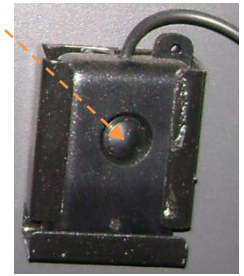

Рисунок 8.4 Розміщення мікрофона внутрішнього гучномовного пристрою
8.3 Автобус обладнаний внутрішнім гучномовним пристроєм, доступним для користування як водію, так і особам, які супроводжують школярів. Мікрофон гучномовного пристрою розміщений на центральній частині панелі приладів (з правої сторони від тахографа) рис. 8.4.
Для ввімкнення мікрофона необхідно натиснути та утримувати кнопку ввімкнення мікрофона, яка розміщена в центральній частині мікрофона (рис. 8.4).